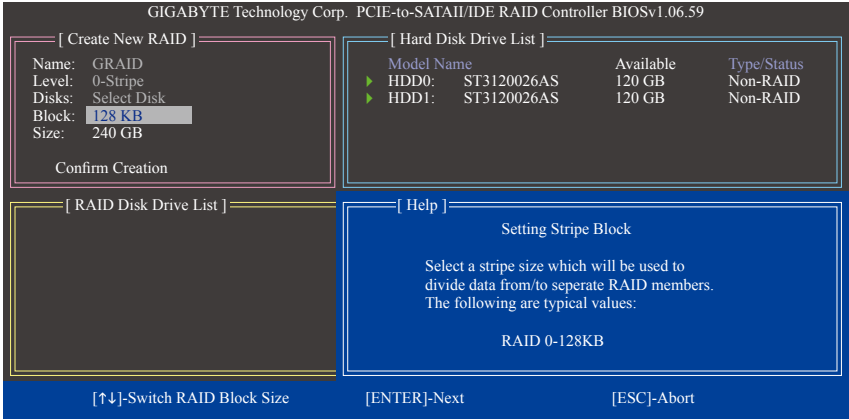

图6
4. 设置磁盘窗口大小(Block): 若选择制作RAID 0, 需指定磁盘窗口大小。以<↑>或<↓>键选择需要的磁盘窗口大小(图6), 可调整大小从4 KB到128 KB。完成后请按<Enter>键。